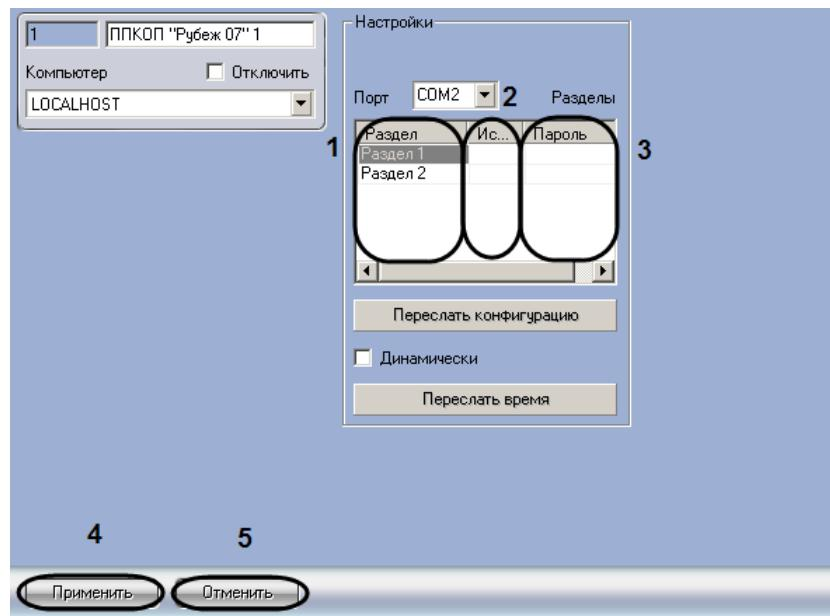

Рис. 3.6-1 Задание связи охранных зон и исполнительных устройств
1. Перейти на панель настроек объекта **ППКОП “Рубеж 07”** (Рис. 3.6-1).
Примечание. В полях столбца **Раздел** отображаются объекты **Раздел** ПК Интеллект (см. Рис. 3.6-1, 1).
2. В полях столбца **Исп. устр-во “Рубеж”** необходимо указать номер исполнительного устройства, которое будет включено при срабатывании всех зон, входящих в соответствующий раздел (см. Рис. 3.6-1, 2).
3. В полях столбца **Пароль** необходимо задать пароль, вводимый с пульта центрального блока *Рубеж-07* для отключения соответствующего исполнительного устройства (см. Рис. 3.6-1, 3).
4. Для сохранения изменений нажать кнопку **Применить** (см. Рис. 3.6-1, 4).
Примечание. Для отмены внесенных изменений необходимо нажать кнопку **Отмена** (см. Рис. 3.6-1, 5).